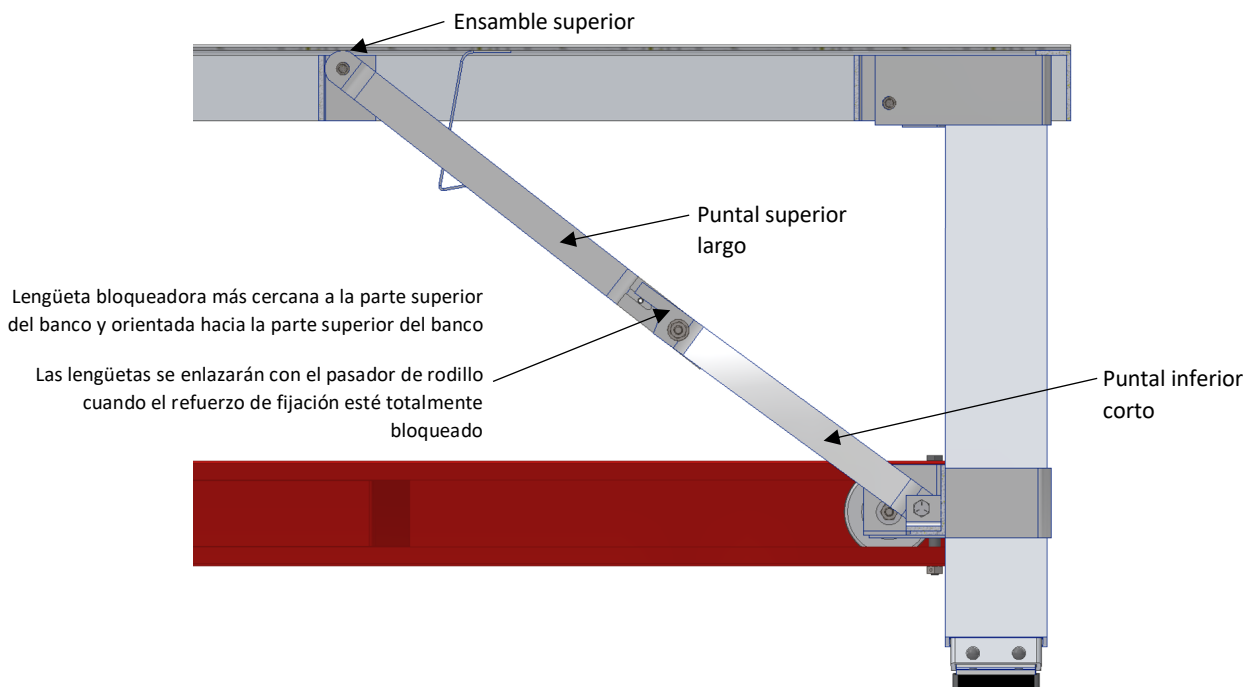

Figura 5
**ADVERTENCIA:** SI EL ENSAMBLE DEL REFUERZO DE FIJACIÓN NO ESTÁ CORRECTAMENTE ORIENTADO ANTES DE COMENZAR CON EL PROCESO DE INSTALACIÓN, ES POSIBLE QUE INSTALE EL REFUERZO DE FIJACIÓN AL REVÉS. OBSERVE CON ATENCIÓN LA figura 5 ANTES DE COMENZAR EL PROCESO DE INSTALACIÓN.
1. Oriente el ensamblaje del refuerzo de fijación como se indica en la figura 5.